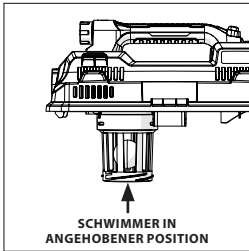

Abb. 3
- Dieser Nass-/Trockensauger ist mit einem Schwimmermechanismus ausgestattet, der automatisch aufsteigt, um den Luftstrom zu unterbrechen, wenn die Flüssigkeit im Tank ein vorbestimmtes Niveau erreicht. Schalten Sie in diesem Fall den Staubsauger aus, nehmen Sie die Batterie heraus, und leeren Sie den Staubbehälter. Sie werden merken, dass der Schwimmer den Luftstrom unterbrochen hat, weil die Saugkraft wegfällt und das Motorgeräusch durch die erhöhte Motordrehzahl in der Höhe zunimmt. Die Flüssigkeitskapazität kann je nach Aufnahmegeschwindigkeit variieren. **(Abb. 3)**